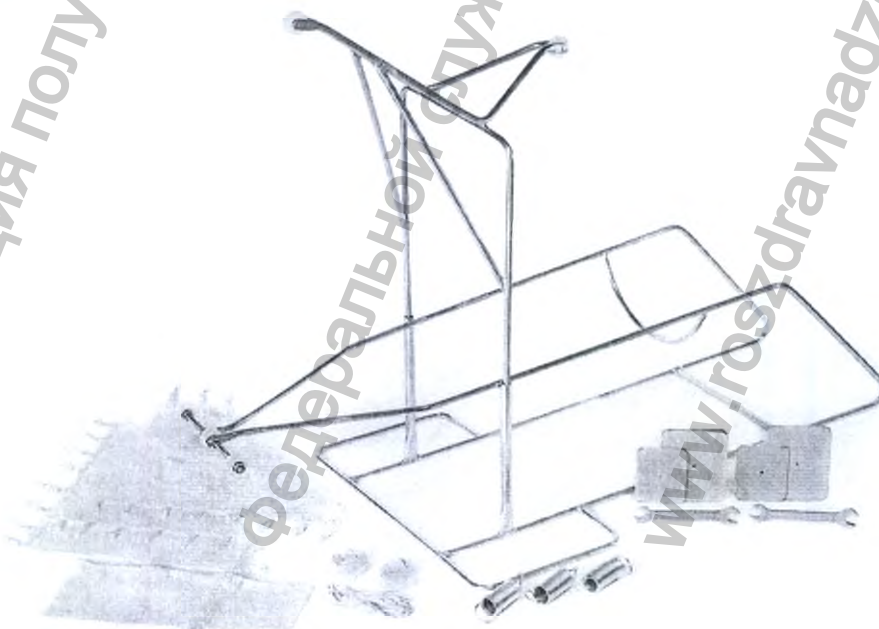

Рис. 1
3.1 Устройство демпфирующее для скелетного вытяжения (шина Беллера) (большое) в комплекте (рис. 1):